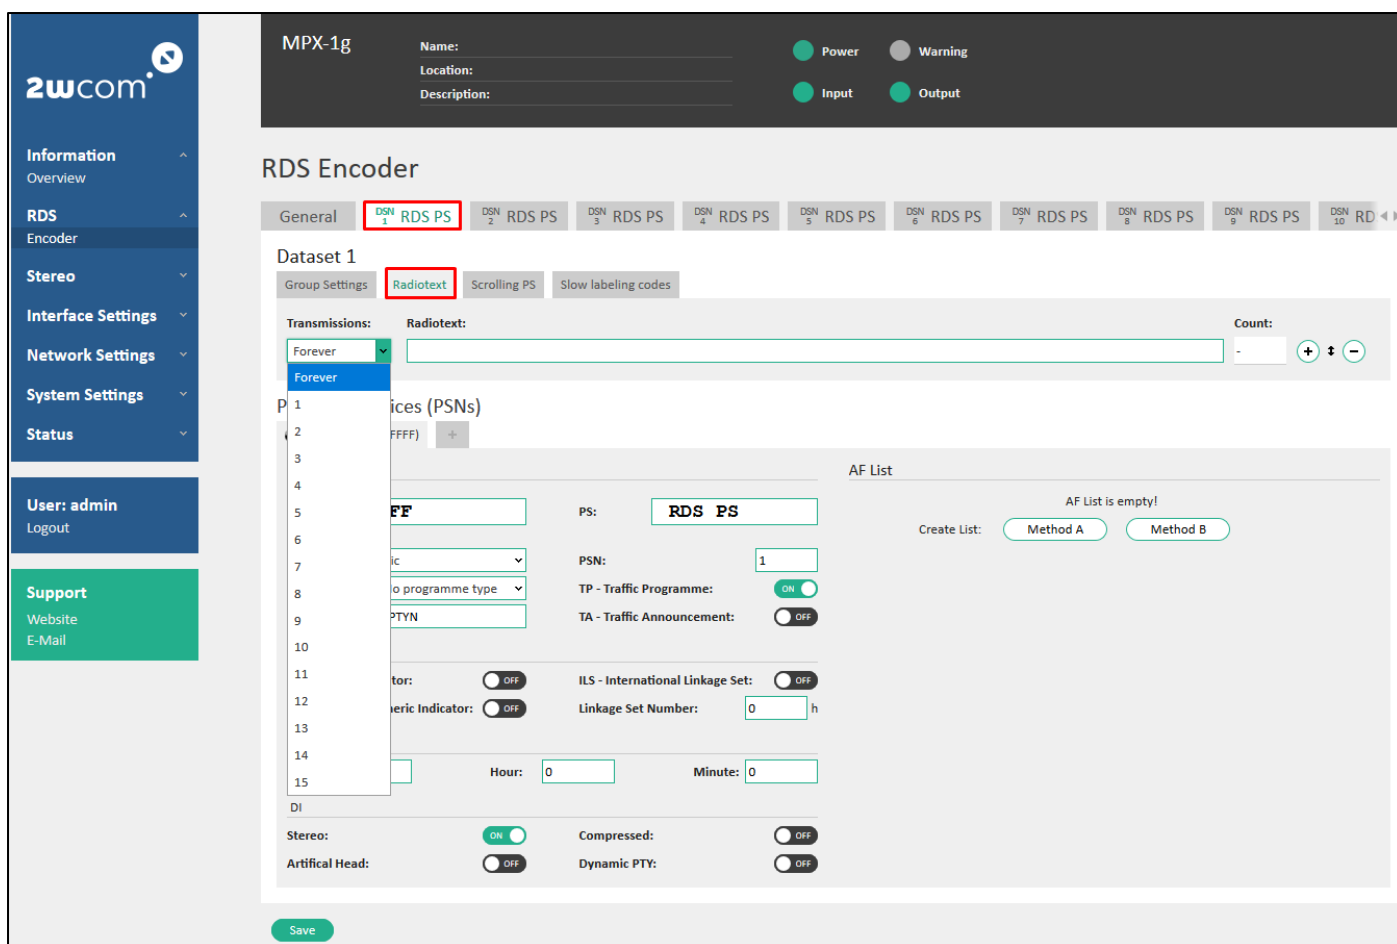

Abbildung 12: Anlegen der Radiotexte für den gewählten Datensatz
1. Wählen Sie im gewählten Block „Dataset 1-16“ den Reiter „Group Settings“ (s. Abbildung 12).